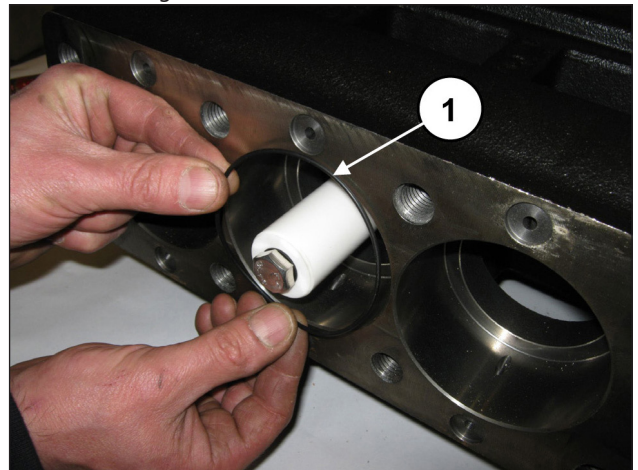
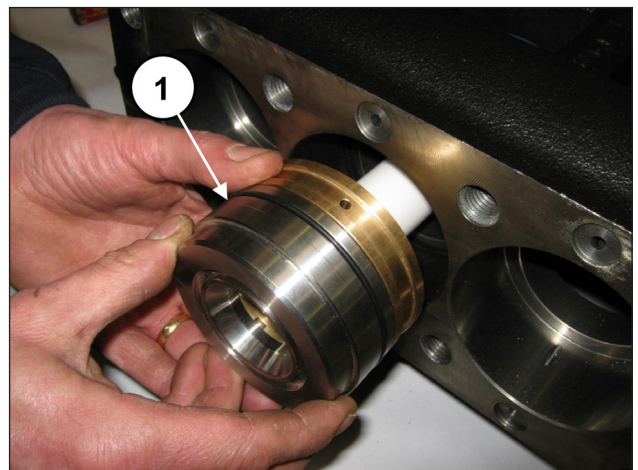

Abb. 190
Abb. 191
Eichen Sie die Schrauben mit einem Drehmomentschlüssel, wie in Kapitel 3 gezeigt. Montieren Sie den O-Ring in das Pumpengehäuse (Pos. ①, Abb. 190) und anschließend die Gruppe Buchse-Dichtungshalter (komplett mit demselben O-Ring), die zuvor bis auf Anschlag montiert wurde (Pos. ①, Abb. 191).